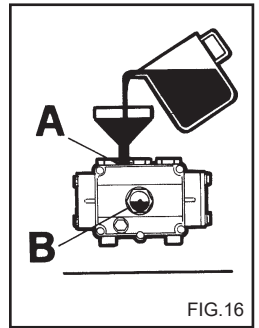

FIG. 16
- 4) Atarraxe a tampa de descarga e introduza o óleo pelo orifício superior (fig. 16) até que alcance o nível indicado no visor (fig. 16B).